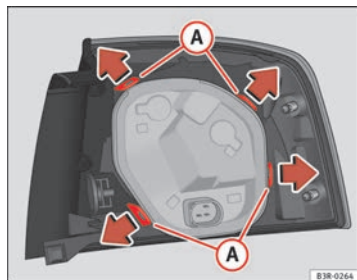

Fig. 227 Lengüetas de fijación en la parte posterior de la unidad de luz trasera
- Desbloquee las lengüetas de fijación (A) ⇒ fig. 227.
- Eleve el portalámparas en el sentido que indica la flecha (B).